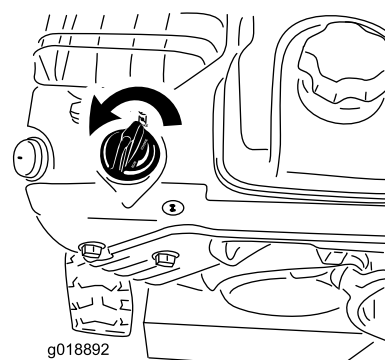

Figure 23
5. Tournez la commande de starter à la position Starter sélectionné (Figure 23).